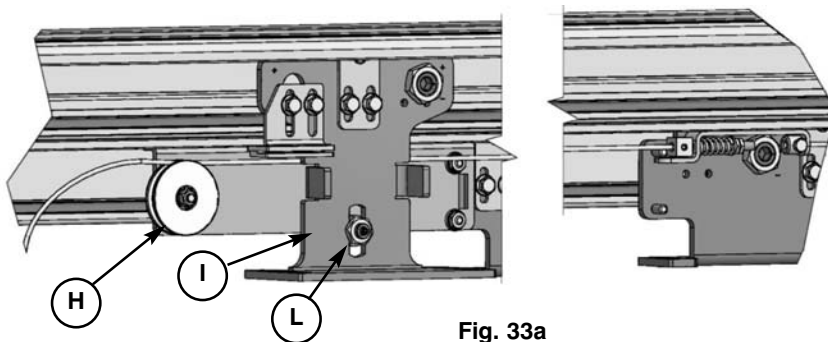

Fig. 33a
Calzare la fune sulla puleggia della prolunga del carrello lento come indicato in **Fig. 33a part. H**
- Portare il morsetto L (**Fig.33a**) in posizione corretta in modo che il ramo inferiore del cavo in acciaio (**Fig. 36a part. S**) risulti perfettamente parallelo al ramo superiore (**Fig. 36a part. R**)